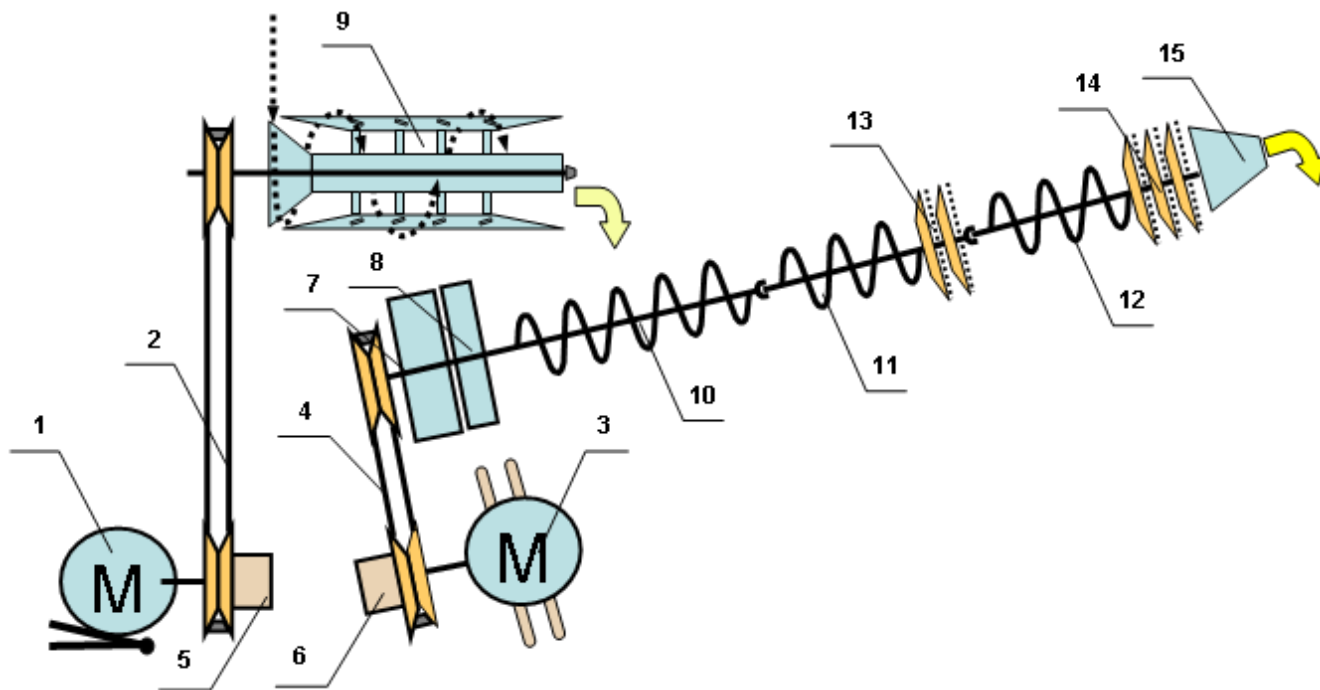

Рис. 7 Функціональна схема масловиготовлювача А1-ОЛО
- відрегулювати варіатори збивача на мінімальну швидкість і тільки після цього вимкнути електродвигун приводу збивача (рис.7);